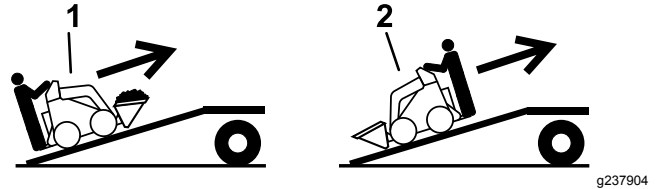

Figura 12
5. Cargue la máquina en el remolque por la rampa con el extremo más pesado hacia arriba, y la carga en la posición más baja posible (Figura 12).
1. Baje la rampa (Figura 12).